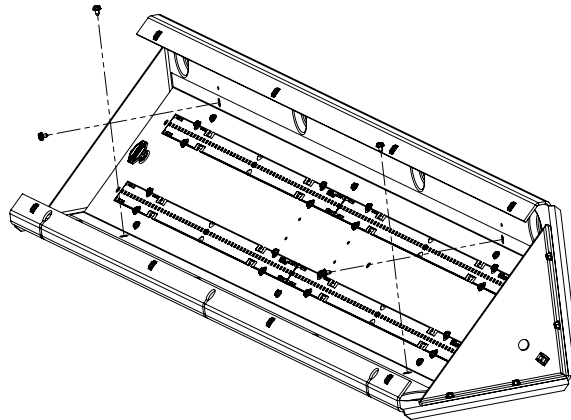

Figura 5.
Paso 8. Termine de instalar el reflector volviendo a colocar los cuatro (4) tornillos blancos que quitó en el Paso 3. (Figura 5)